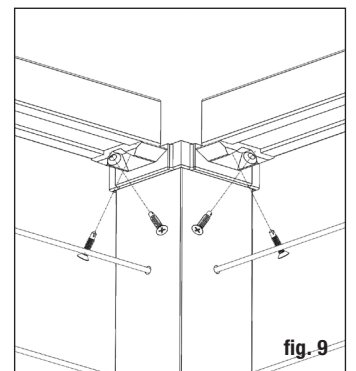

fig. 9
Étape 10 Positionnez le rail entre les poteaux. Vérifiez le niveau de bout en bout et verticalement. Fixez les supports au poteau à une extrémité. Pré-percer le rail à l'aide d'un foret de 7/64 po. Répétez pour l'autre extrémité. *Conseil: utilisez une mèche d'extension pour éviter d'endommager le rail avec le mandrin de perçage. Installez tous les rails avant d'installer le câble.* (fig. 9)